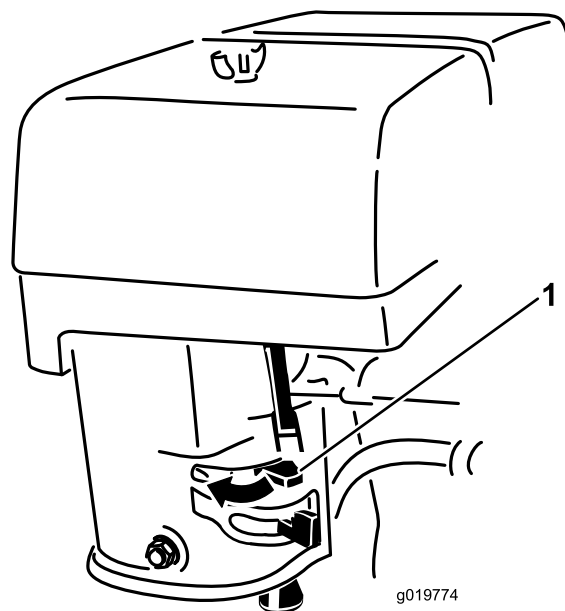

Figura 14
3. Mueva la palanca del estarter a la izquierda si el motor está frío (Figura 14).